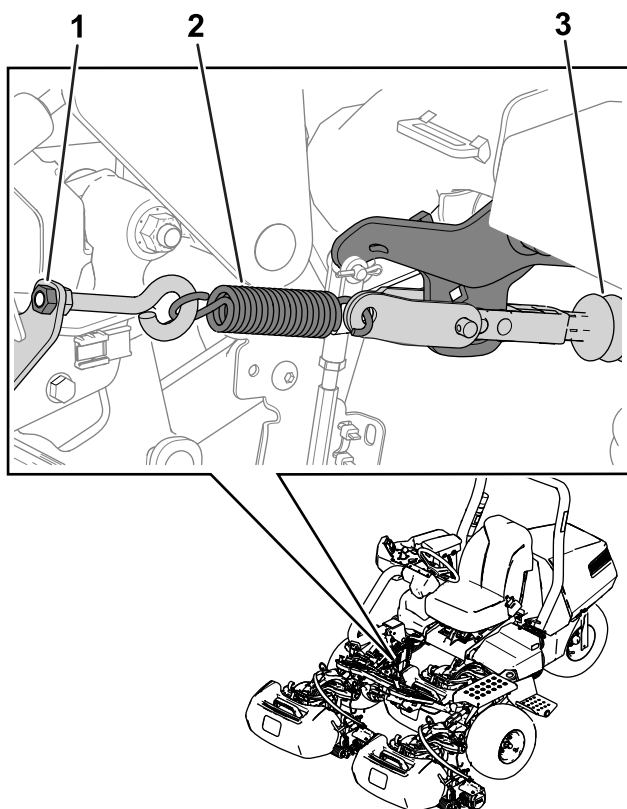

Figura 2
1. Rilasciate la tensione della molla dell'attuatore freno allentando il dado (Figura 2) che fissa il bullone a occhiello alla staffa della molla.